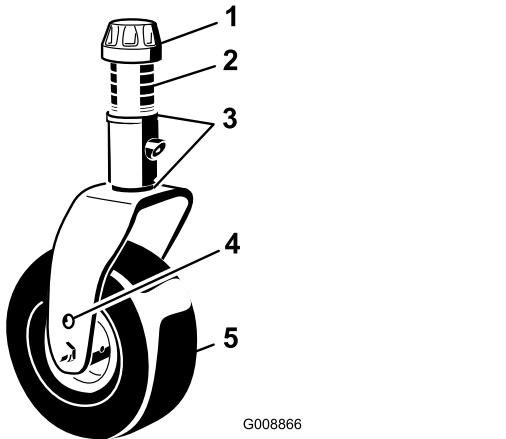

Figura 121
- Retire tampa de tensionamento do eixo roscado e desloque o fuso para fora do braço da roda giratória (Figura 121).